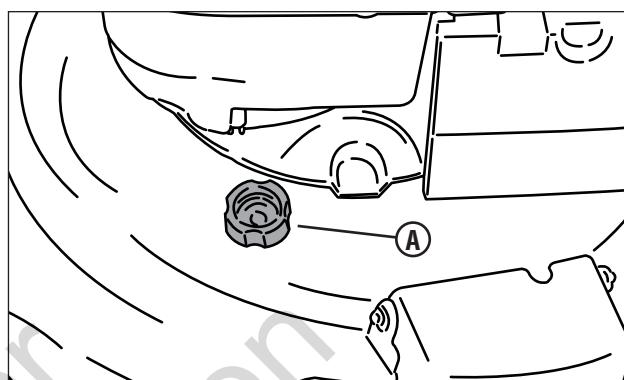

Figure 15 : Point d'accès de rinçage
5. Raccorder l'extrémité mâle d'un boyau d'arrosage standard au point d'accès de rinçage (A, Figure 15).